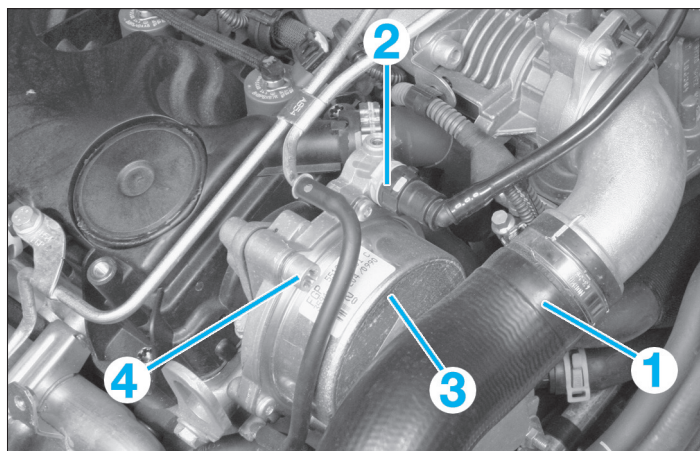

FIG. 23
- la durit d'air (1) de suralimentation du boîtier papillon (fig. 23).
- la canalisation à dépression (2) de la pompe à vide (3).
- Déposer les vis de fixation (4) de la pompe.
- Déposer la pompe (3).